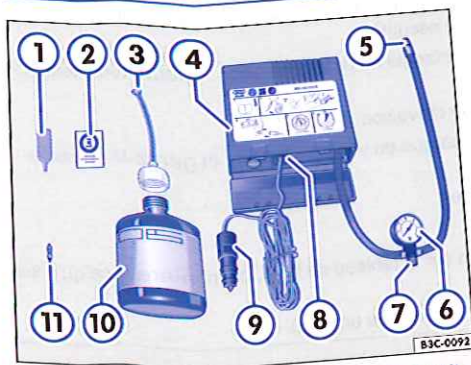

Fig. 246 Schéma de principe : éléments du kit de crevaison.
Le kit de crevaison peut se trouver à différents endroits du véhicule, par ex. dans le rangement latéral du coffre à bagages ou sous le plancher modulable de coffre à bagages. Il se compose des éléments suivants ⇒ fig. 246 :
12. Collez l'autocollant \Rightarrow fig. 246  du kit de crevaison sur le tableau de bord, de manière à ce qu'il se trouve dans le champ de vision du conducteur.
Dévissez l'obus de valve de la valve du pneu à l'aide de l'extracteur d'obus \Rightarrow fig. 246  et placez-le sur un support propre.
- Vissez fermement le flexible de remplissage \Rightarrow fig. 246  sur la bouteille de produit de colmatage des pneus dans le sens des aiguilles d'une montre. Le film situé sur le bouchon est alors automatiquement percé.
- Retirez le bouchon du flexible de remplissage \Rightarrow fig. 246  et enfoncez l'extrémité libre sur la valve.
- Revissez l'obus de valve dans la valve du pneu à l'aide de l'extracteur d'obus \Rightarrow fig. 246 .
- Vissez fermement le flexible de gonflage du pneu ⇒ fig. 246 ⑤ du compresseur d'air sur la valve du pneu.
- Veillez à ce que la vis de décharge de pression d'air ⇒ fig. 246 ⑦ soit fermée.
- Branchez la fiche électrique ⇒ fig. 246 ⑨ dans une prise de courant 12 volts du véhicule ⇒ page 186.
- Mettez en marche le compresseur d'air à l'aide de l'interrupteur MARCHE/ARRÊT ⇒ fig. 246 ⑧.
- Faites fonctionner le compresseur d'air jusqu'à l'obtention d'une pression de 2,0 à 2,5 bars (29 – 36 psi / 200 – 250 kPa) ⇒ ⚠ **Durée maximale de fonctionnement de 8 minutes** ⇒ ①.
Raccordez à nouveau le flexible de gonflage du pneu ⇒ fig. 246 ⑤ et consultez la pression indiquée sur le manomètre ⑥.